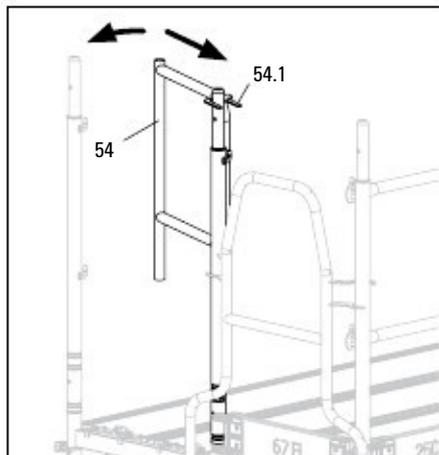

Fig. A3.18
1. Натиснете вилицата (54.1) върху тръбата, разположена срещуположно. (Fig. A3.18)